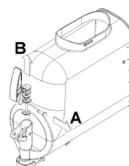

Bild 10
2.4 Entfernen Sie nun den Zapfhahn in der Reihenfolge wie auf Bild 10.